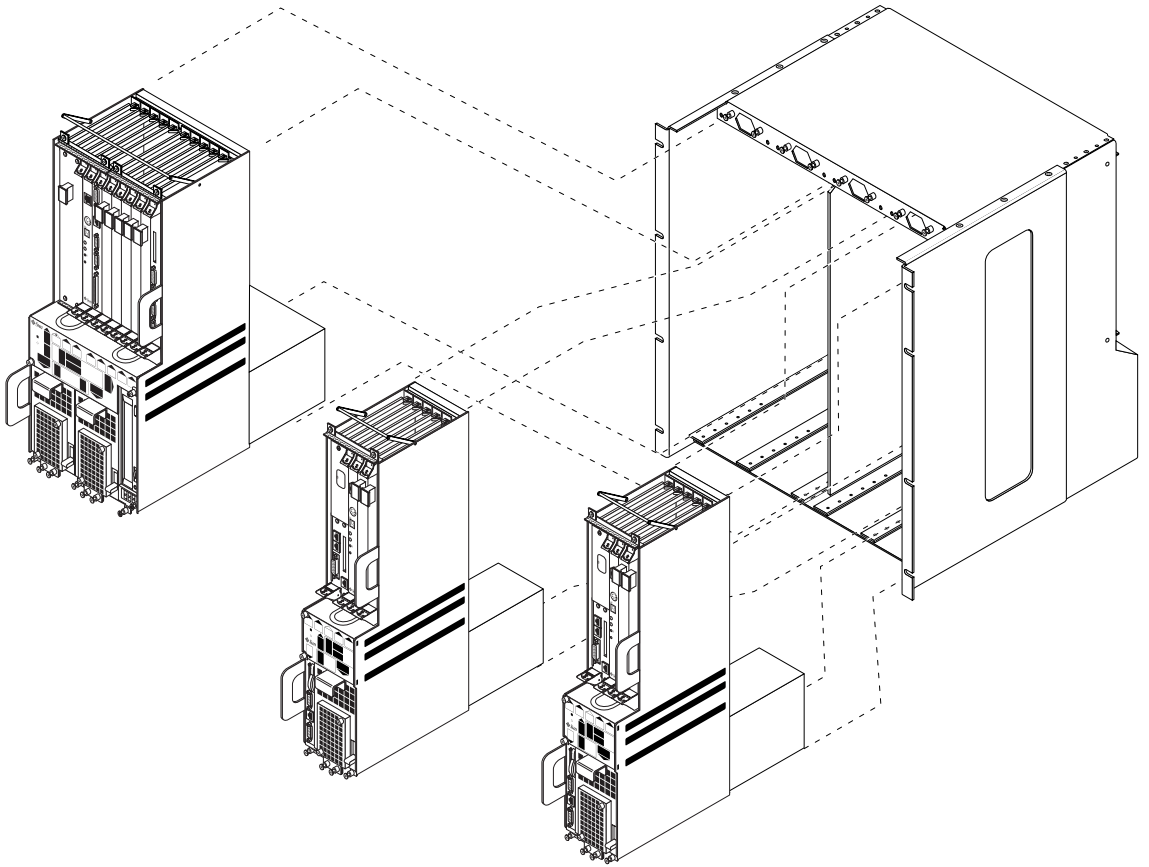

图 1-12 机箱中装有一台 Netra ct 800 服务器和两台 Netra ct 400 服务器
- 一台 Netra ct 800 服务器和一到两台 Netra ct 400 服务器（图 1-12）